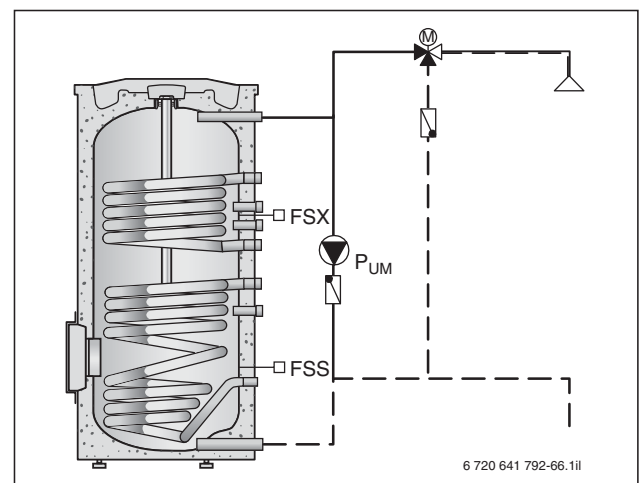

Bild 106 Umschichtung bei einem Solarspeicher
- Temperatur durch Kessel-Nachheizung und eine Umschichtung des gesamten Speicherinhalts sicherstellen (→ Bild 106).